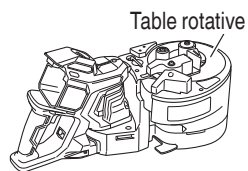

Fig. 40
- (3) Placer l'outil de sorte que la table rotative soit orientée vers le haut (Fig. 40)